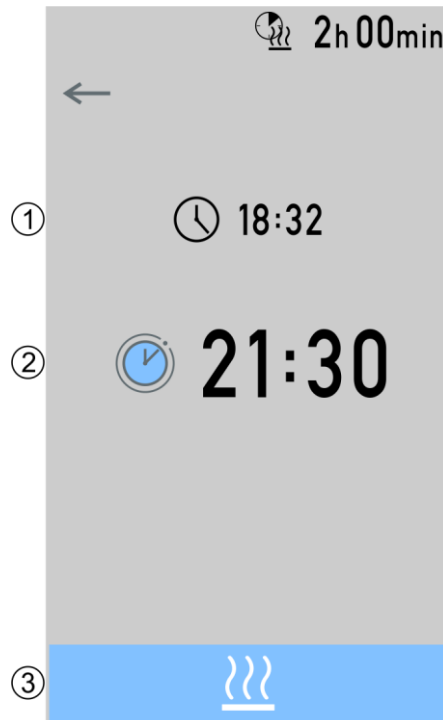

Abb. 3: Menü für Timer
1. Die aktuelle Uhrzeit (siehe Abb. 3) kontrollieren. Gegebenenfalls Uhrzeit anpassen.
2. Gewünschte Startzeit (siehe Abb. 3) kontrollieren. Gegebenenfalls Startzeit anpassen.
4. Bei eingestellter Startzeit muss die Steuerung durch Betätigen der gewünschten Badeform (siehe Abb. 3) gestartet werden.